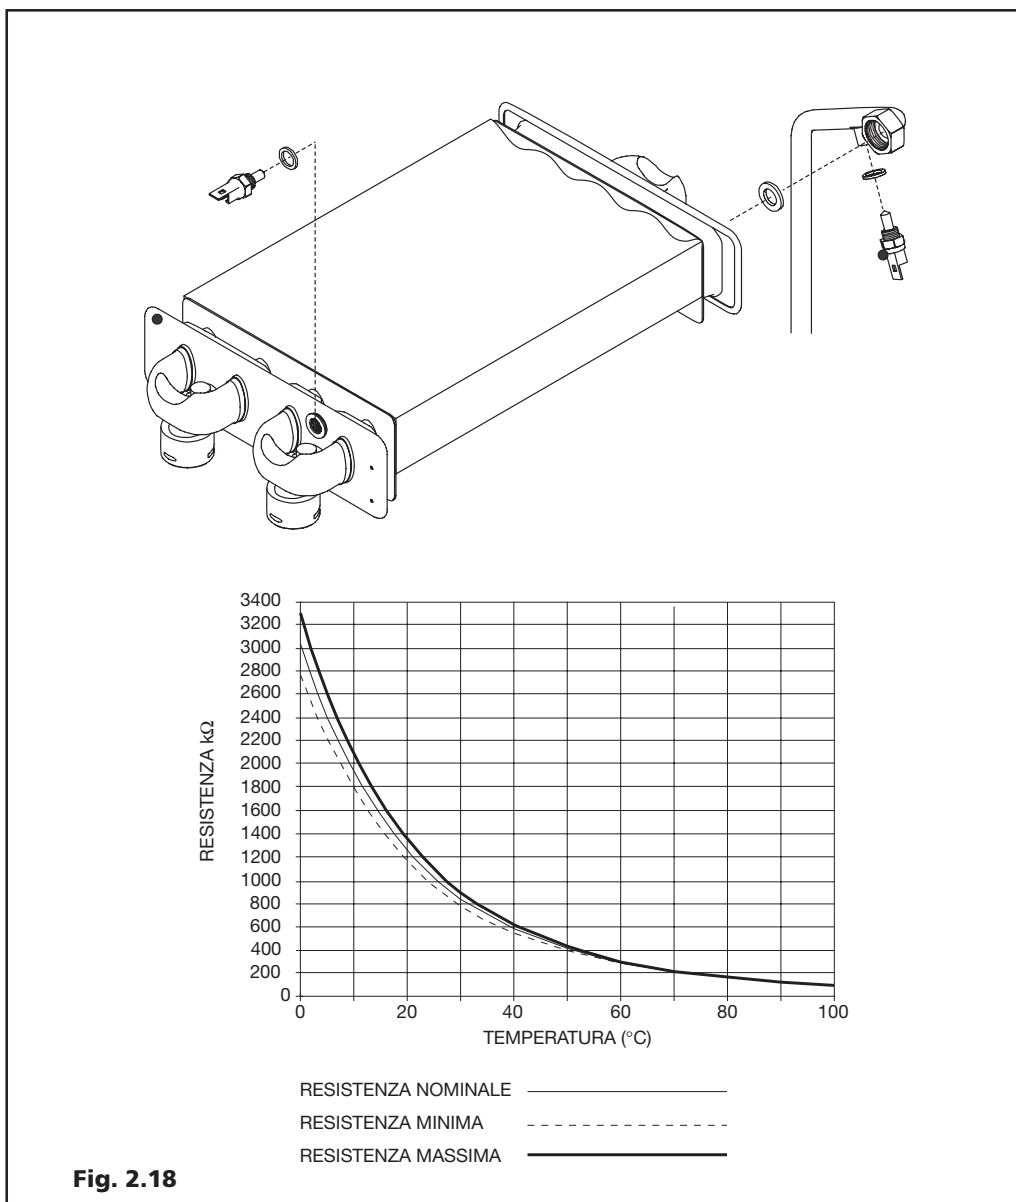

Fig. 2.18
2.15 Sonda controllo temperatura NTC (Fig. 2.18)